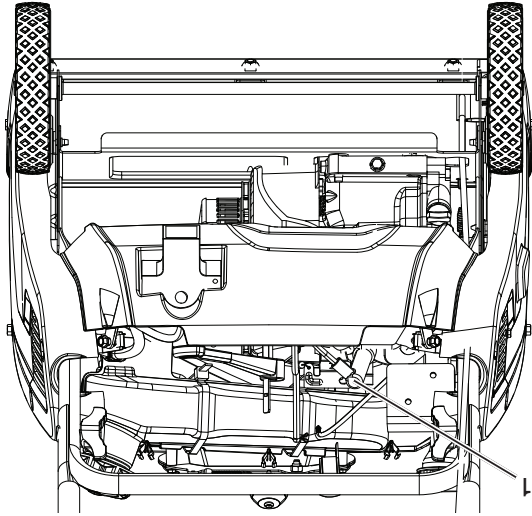

Figure 28
8. Déconnecter le fil de la bougie (Figure 28).
13. Connecter le fil de la bougie (Figure 28).